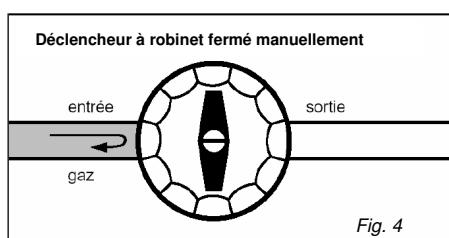

Fig. 4
Mettre la manette du déclencheur de sécurité en position de fermeture manuelle (fig. 4).
Avant et pendant la mise en gaz, la manette du déclencheur de sécurité doit toujours être en position de fermeture manuelle (fig.4).
La fermeture s'opère en tournant la manette (B) dans le sens des aiguilles d'une montre jusqu'à ce que l'indicateur (A) soit perpendiculaire à l'axe des entrées et sortie. C'est la position de fermeture (fig.4).
- tourner la manette en position de fermeture (fig. 4)